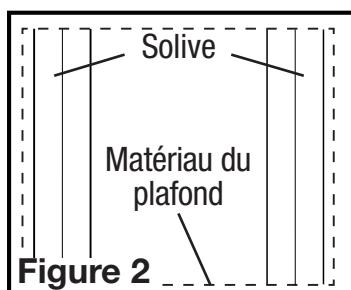

Figure 2
- Pour installer ce ventilateur dans une construction existante, découpez une ouverture suffisamment grande pour accéder aux solives de plafond en prenant soin de ne pas couper ou endommager d'utilité électrique ou dissimulée (Figure 2).